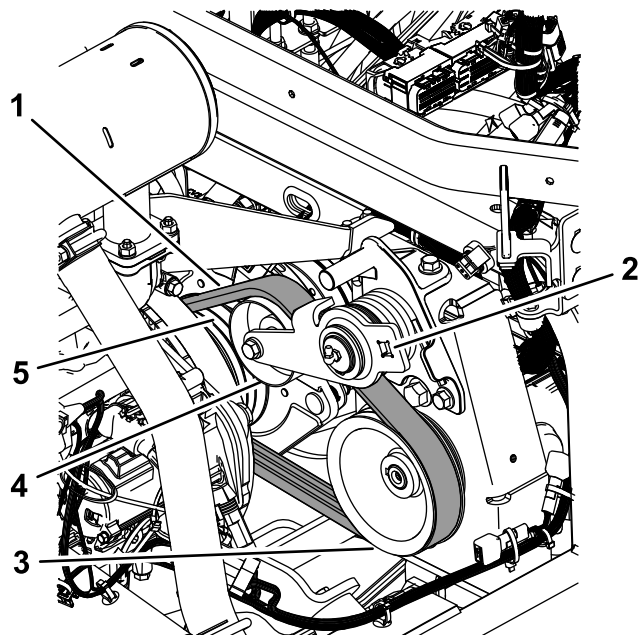

図 73
3. もう一人がベルトを、エンジンプーリ、アイドラプーリ、ポンププーリに取り付ける (図 73)。